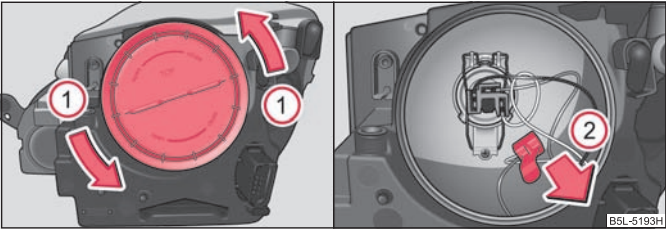

Fig. 198 Retirar la tapa / desmontaje del portalámparas de la luz de posición (faro halógeno) ►
- Gire la tapa protectora en dirección de la flecha ① **OPEN (abrir)** y retírela ⇒ página 247, fig. 198.
- Tire del portalámparas en el sentido de la flecha ② ⇒ página 247, fig. 198.
- Gire la tapa protectora en dirección de la flecha **OPEN (abrir)** ⇒ página 247, fig. 198 y retírela.
- Extraiga el enchufe (A).
- Presione el estribo de alambre (B) hacia abajo hasta que se suelte de la posición fija.
- Saque la bombilla (C) y coloque una nueva de tal modo, que las lengüetas de fijación del zócalo de la bombilla encajen en los rebajes del reflector.